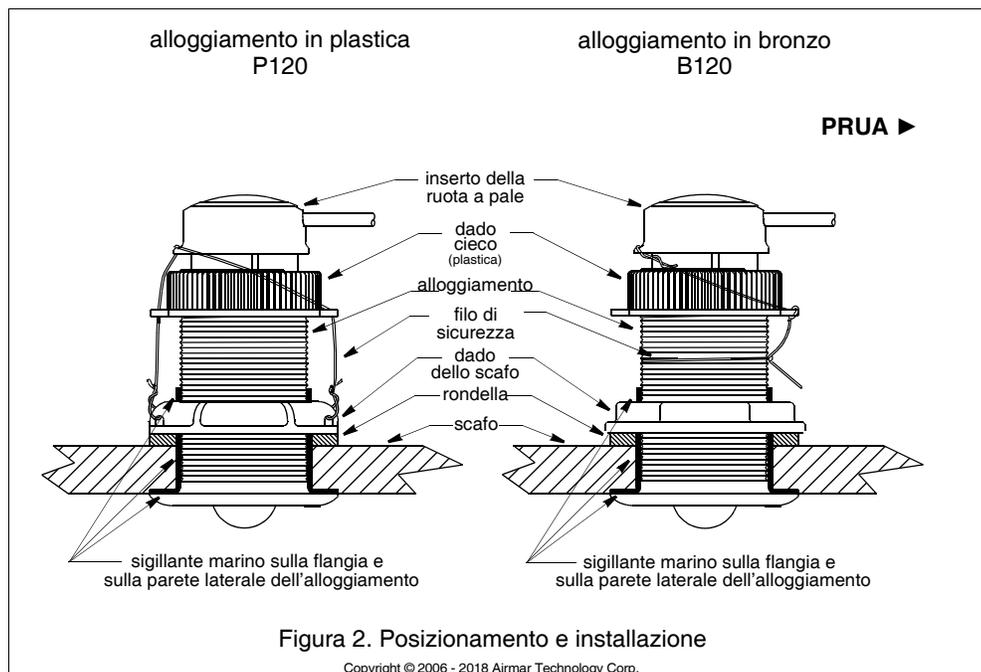

Figura 2. Posizionamento e installazione
Applicate uno strato di sigillante marino dello spessore di 2mm (1/16") intorno alla flangia dell'alloggiamento a contatto con lo scafo e sulla parete laterale dell'alloggiamento (Figura 2). Il sigillante deve coprire una superficie più spessa di 6mm (1/4") rispetto allo spessore di scafo, rondella, e dado dello scafo. In questo modo il sigillante marino nelle filettature sigillerà lo scafo e manterrà il dado dello scafo fisso nella sua posizione.
1. Dall'esterno dello scafo, spingete l'alloggiamento nel foro di montaggio effettuando un movimento rotatorio fino a quando fuoriesce il sigillante marino in eccesso (Figura 2). *Allineate la freccia sulla flangia dell'alloggiamento in modo che sia rivolta verso la prua.* Se il sensore non è installato sulla mezzeria, angolate leggermente l'alloggiamento verso la mezzeria per allinearne con il flusso dell'acqua.
2. Rimuovete l'inserto dall'alloggiamento scollegando il filo di sicurezza del dado cieco (Figura 2). Svitando il dado cieco. In questo modo sollevate l'inserto. Rimuovete l'inserto tirandolo lentamente.
5. Inserite l'otturatore nell'alloggiamento. Avvitare il dado cieco con vari giri finché i filetti non si incastrano. *Ruotate l'otturatore finché la chiavetta non si incastra nella tacca dell'alloggiamento. Continuate a stringere il dado cieco. Stringete esclusivamente a mano.* Non stringete in modo eccessivo. Ricollegate il filo di sicurezza (Figura 2).
10. Ricollegate il filo di sicurezza per evitare che l'inserto/l'otturatore si ritragga nell'eventualità improbabile in cui il dado cieco si rompa o non venga avvitato correttamente (Figura 2).